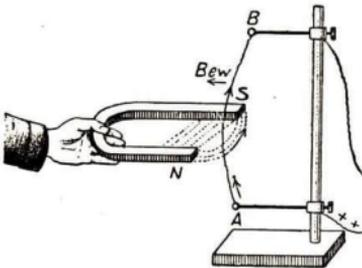
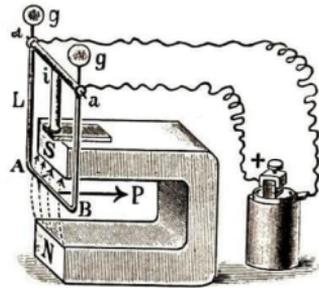

Abb. 360. Bewegung des Stromes
Abb. 361. Der Leiter L bewegt sich
3. Weitere einfache Versuche zeigen Abb. 360 und Abb. 361 an. Erkläre diese!
a) Abb. 360 zeigt eine Schülerübung mit einem Lamettafaden. Gib gemäß Korkzieherregel den Verlauf der Kraftlinien des Stromes in AB an! Auf welcher
Seite tritt in Abb. 360 die Verdichtung ein? Ist also der Bewegungspfeil richtig eingezeichnet?
b) Abb. 361 zeigt, wie man einen U-förmig gebogenen, in Ösen endigenden Kupferdraht L bequem zwischen den Polen eines Magnets aufhängt. Der Strom läuft von B gegen A . Korkzieherregel? Verdichtung wo? Ist der Bewegungspfeil richtig eingesetzt?